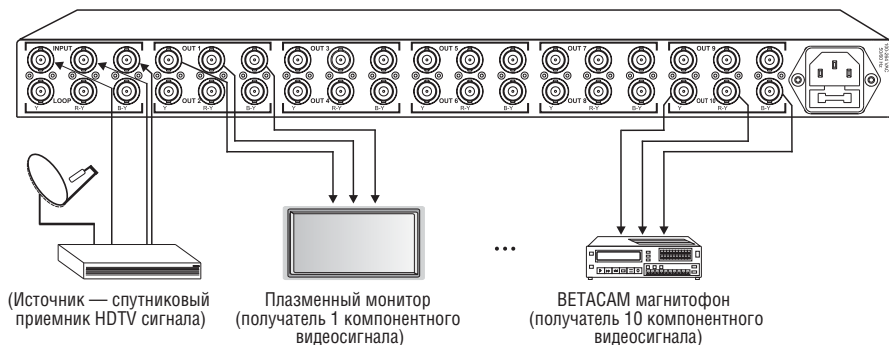

Рис. 3. Подключение прибора VM-100CB
4. Подключить шнур электропитания⁴ (не показан на рис. 3).